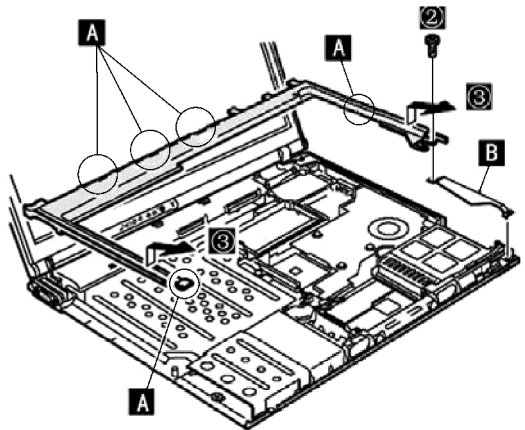

图 2-71 推出键盘斜面
2) 再拧下固定键盘斜面的螺钉“②”，然后按照箭头“③”方向平行推出键盘斜面(在向外移动时应注意连接卡子“A”和“B”)，如图 2-71 所示。